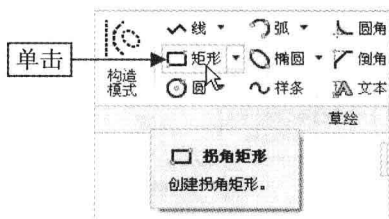

图 2-31 单击“拐角矩形”按钮
Step 02 在“功能区”选项板的“草绘”选项卡中，单击“草绘”面板中的“拐角矩形”按钮，如图 2-31 所示。